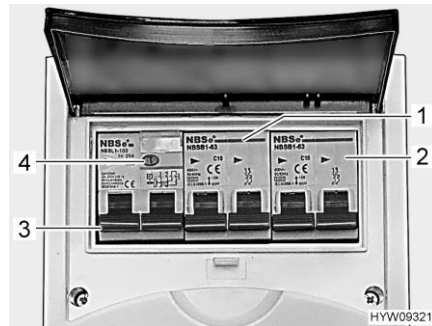

Bild 106 Leitungsschutzschalter und FI-Schalter (230-V-Sicherungskasten)
Ein Fehlerstrom-Schutzschalter (FI-Schalter) (Bild 106,3) im Sicherungskasten sichert das gesamte Fahrzeug gegen Fehlerstrom (30 mA) ab.
Der nachgeschaltete Leitungsschutzschalter (10 A) (Bild 106,1) sichert die 230-V-Steckdosen, den Elektroblok, das Zusatz-Ladegerät und den Kühlschrank ab.
Bei Fahrzeugen mit Sonderausstattung, z. B. Dachklimaanlage, sichert ein zusätzlicher Leitungsschutzschalter (16 A) (Bild 106,2) das Gerät ab.
- Wenn das Fahrzeug an die 230-V-Versorgung angeschlossen ist, die Prüftaste (Bild 106,4) drücken. Der Fehlerstromschutzschalter (FI) muss auslösen.